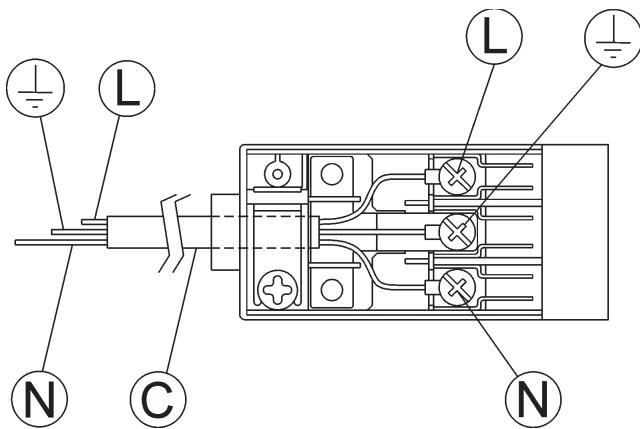

РИС. 11
- использовать с входным кабелем "С", если не предусмотрено (см. рис. 11) стандартизованный разъем, соответствующий нагрузке, указанной на паспортной табличке. Подсоединить кабели в соответствии со схемой на рис. 11, убедившись в том, что учтены нижеприведенные соответствия: